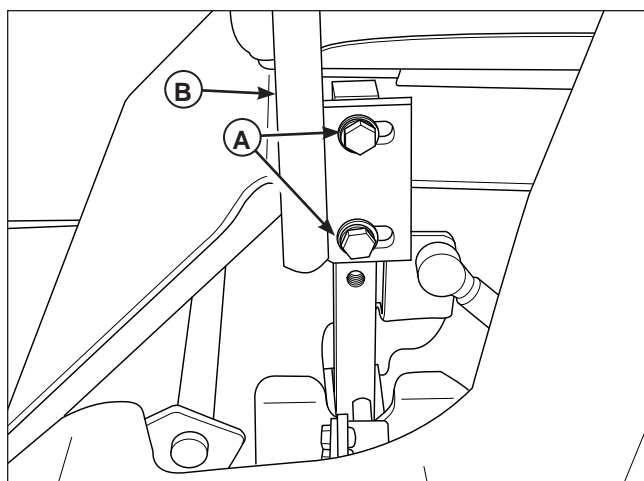

Figura 32. Ajuste de las palancas de control
Afloje los pernos de montaje (A, Figura 32) y haga girar la o las palancas (C) para alinearlas entre ellas.